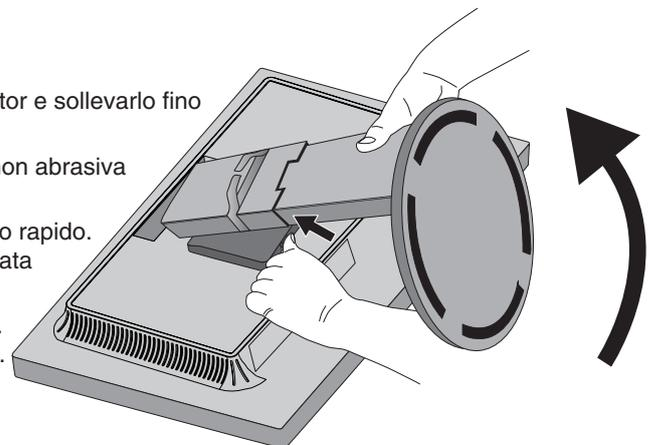

Figura S.1
3. Sistemare il monitor rivolto verso il basso su una superficie non abrasiva (**Figura S.1**).
4. Afferrare con una mano la base e con l'altra la leva di sblocco rapido. Tenere premuta la leva di rilascio rapido nella direzione indicata dalla freccia (**Figura S.1**).
5. Sollevare il supporto per sganciarlo dal monitor (**Figura S.1**). Ora è possibile montare il monitor con un metodo alternativo. Invertire il processo per riapplicare il supporto.